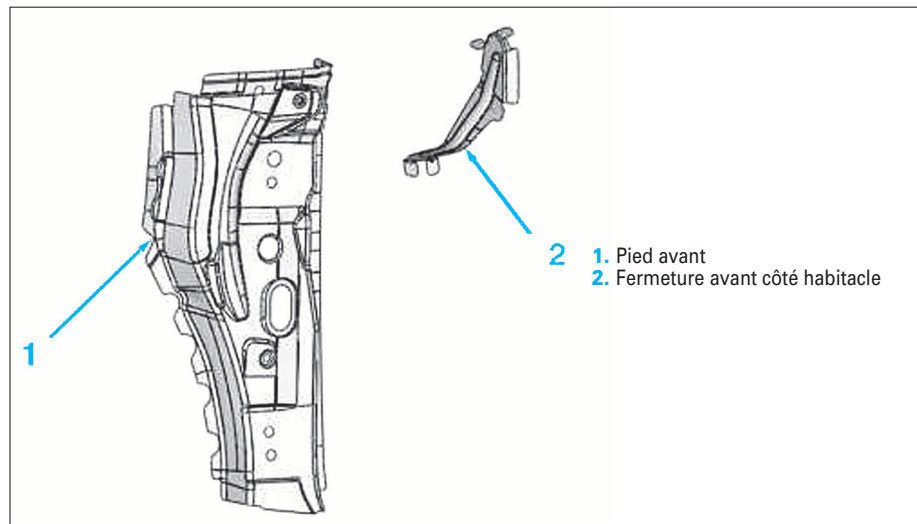

FIG. 42
- Constitution de la pièce de rechange (Fig.42).